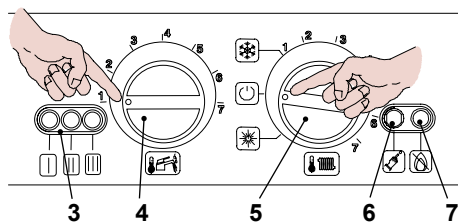
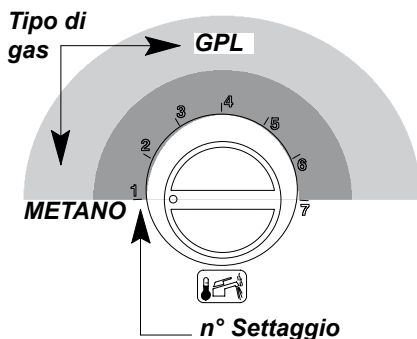

Figura 8.2
Figura 8.5
- Posizionare il selettore 5 come indicato in Figura 8.2; la lampada di segnalazione 3 lampeggia ad intermittenza circa ogni 4 secondi.
- Tenere premuto il pulsante di ripristino 6 in Figura 8.2 per circa 10 secondi, la lampada di blocco 7 in Figura 8.2 inizierà a lampeggiare.
- Premere il pulsante di ripristino 6 in Figura 8.2 tante volte (4 volte) fino alla visualizzazione delle spie di segnalazione 3 in Figura 8.2 come in Figura 8.4 (leggenda spie a pag. 38).
Per visualizzare il settaggio impostato tenere premuto il pulsante di ripristino 6 in Figura 8.2 per circa 5 secondi. Le spie di segnalazione 3 in Figura 8.2 lampeggeranno un numero di volte pari al settaggio (Figura 8.5).
- Per cambiare il settaggio ruotare la manopola regolazione temperatura sanitari 4 in Figura 8.2 e posizionarla per il **tipo di gas** prescelto Figura 8.5 (nella figura es. manopola settata per **gas Metano**), la lampada di segnalazione blocco 7 in Figura 8.2 lampeggia velocemente.
- Per memorizzare il settaggio premere il pulsante di ripristino 6 in Figura 8.2 per circa 5 secondi, le spie di segnalazione 3 in Figura 8.2 lampeggiano tutte quante simultaneamente come in Figura 8.8 (legenda spie a pag. 38)